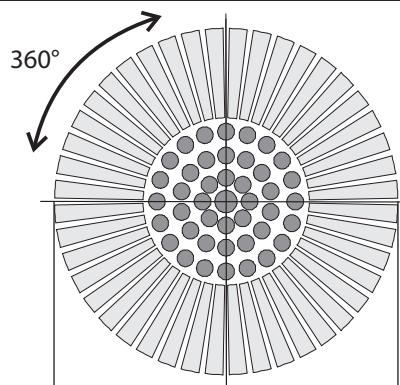

FIG. 8
- L'apparecchio ha un angolo di rilevamento di 360° e rileva movimenti in un diametro di 10 metri a un'altezza di montaggio di 2,5 metri o in un diametro di 14 metri a un'altezza di montaggio di 5 metri (fig. 8).